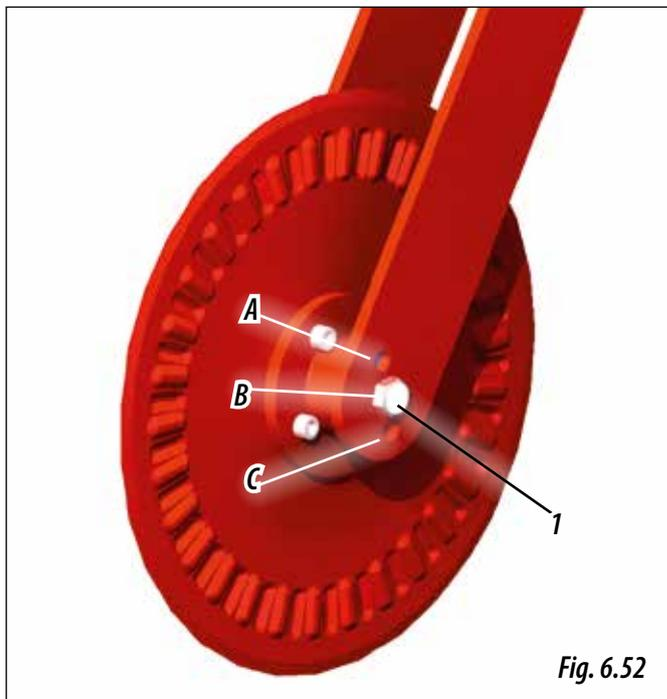

Fig. 6.52
- 1- Sacar la tuerca (1, Fig. 6.52), sujetar el disco con una mano y con la otra mano sacar el tornillo.